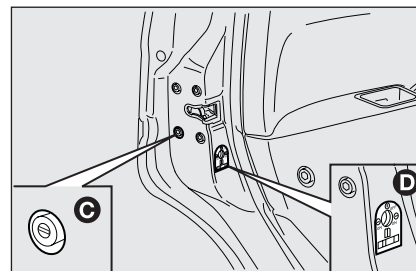

fig. 21
- ☐ activación del dispositivo de seguridad de las puertas **C-fig. 21** cuando no funcione la instalación eléctrica (por ejemplo, batería descargada);
- ☐ activación del dispositivo de seguridad para los niños **D-fig. 21** en las puertas traseras.